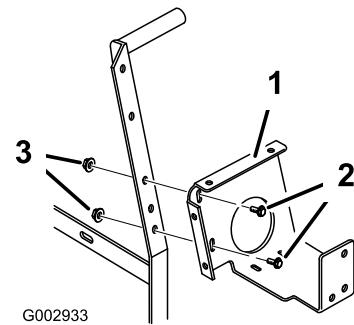
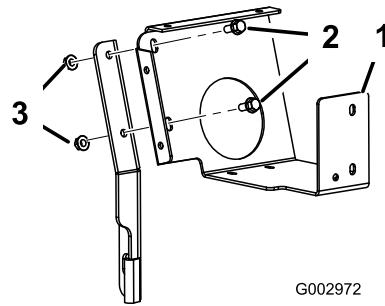

Figure 26
Figure 27
1. Montez le support du boîtier de commande sur le support de rampe ou le support du boîtier de commande, selon le cas, (Figure 26 ou Figure 27) au moyen de 2 boulons à embase (5/16 x 3/4 pouce) et 2 écrous à embase (5/16 pouce).